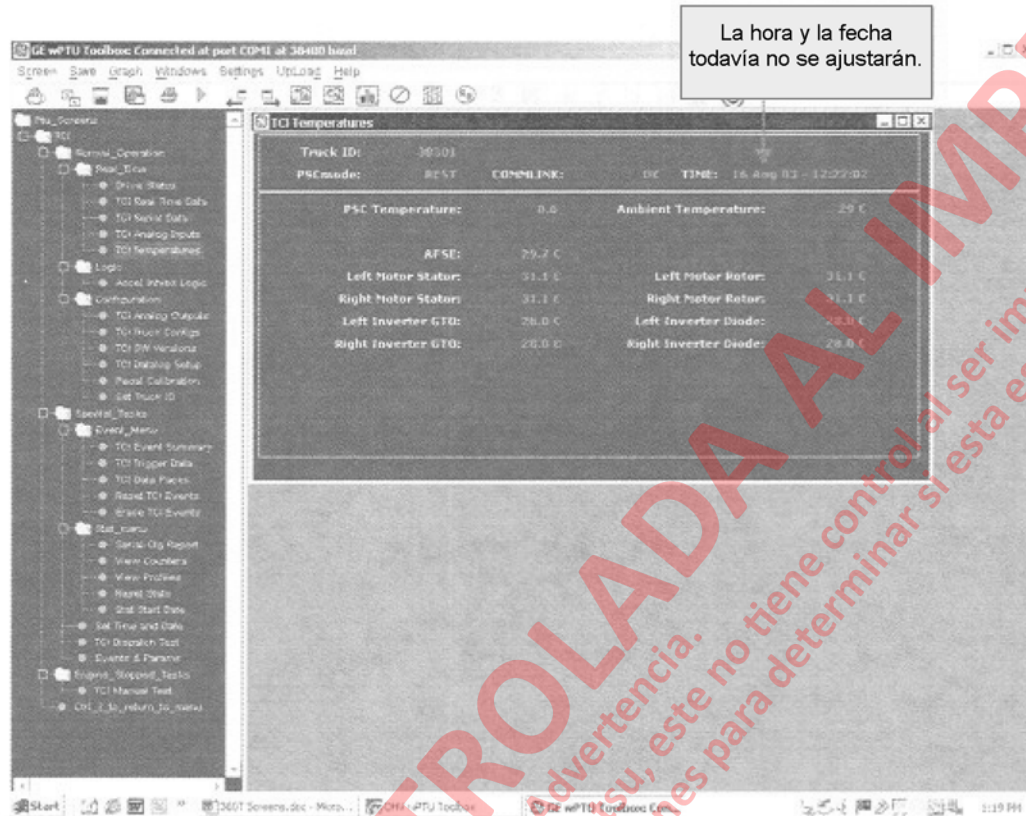

FIGURA 3-10. PANTALLAS DE TEMPERATURAS DE TCI
- Verifique que los valores de temperatura sean similares al ejemplo de la Figura 3-10.